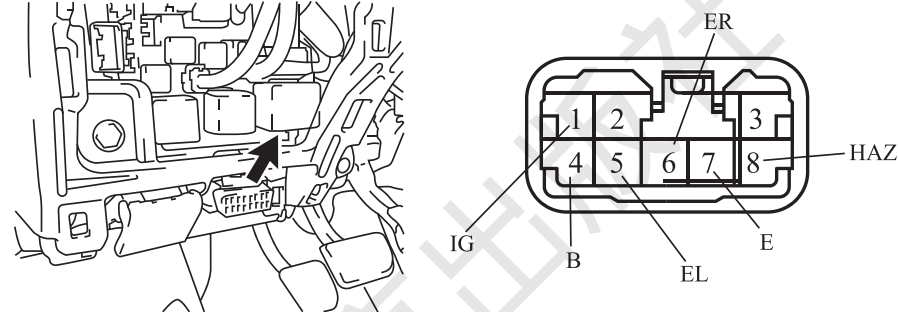

图1-48 转向信号闪光灯总成及接线盒
1) 拆卸转向信号闪光灯总成，从接线盒上拆下转向信号闪光灯总成，如图1-48所示。